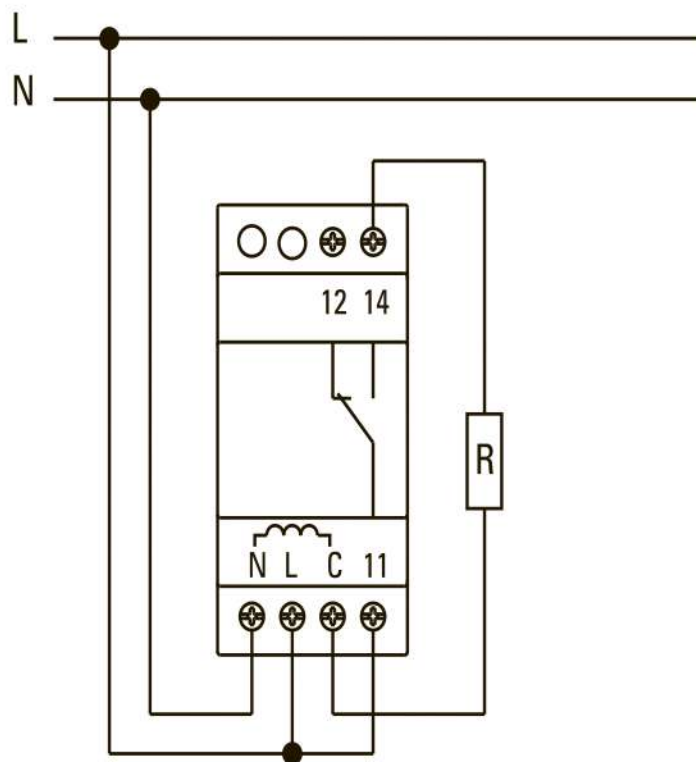
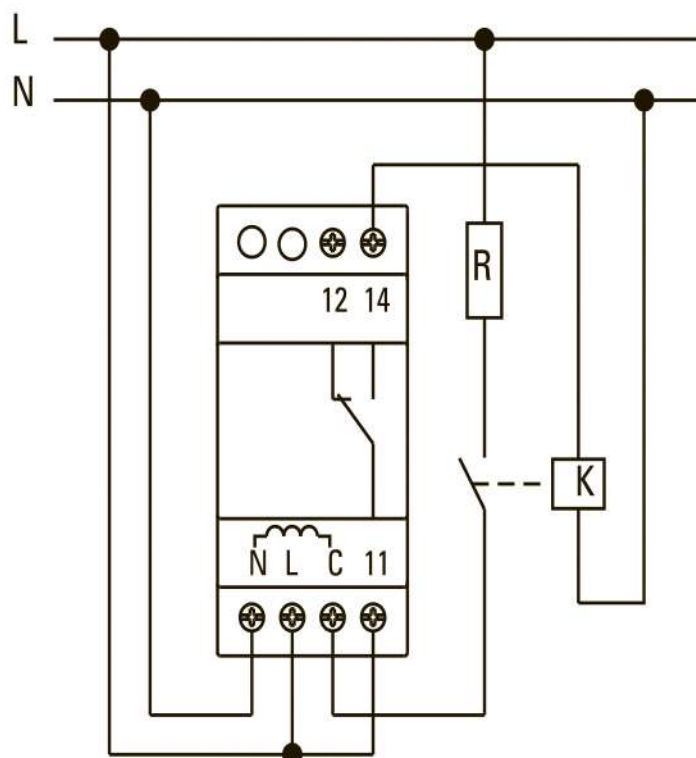

Рис. 4 Нагрузка с потребляемой мощностью не более 2 кВт
Рис. 5 Нагрузка с потребляемой мощностью более 2 кВт, требуется применение контактора
- Контролируемый контур подключить согласно одной из проведенных ниже схем. (Рис.4, рис.5)